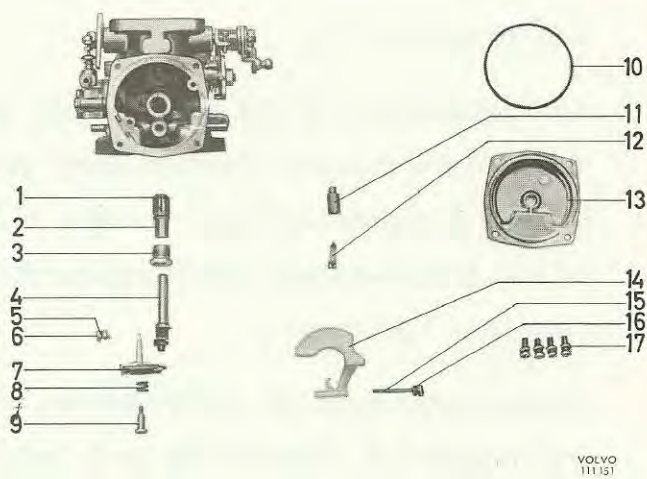

Bild 14. Underdel isärtagen
Flottörhuset demonteras genom att skruva ur de fyra skruvarna för locket (13 bild 14). Vid montering av locket skall en ny gummiring (10) användas. Locket monteras med den invändiga ansatsen vid flottörventilen.
4. Skall packningen (1 bild 14) för munstyckshylsan bytas göres detta genom att skruva bort låsmuttern (3) och lyfta ur munstyckshylsan. (Demontera först flottören).